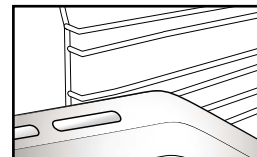

Fig. 2
2. Andet tilbehør, såsom dryppebakken og bagepladen, sættes i på samme måde som grillristen (Fig. 2).